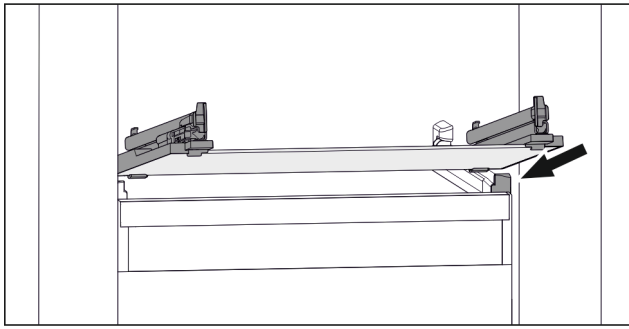

Fig. 106 玻璃隔板例图
- ▶ 将玻璃隔板斜放在止动器后面。(参见 Fig. 106)